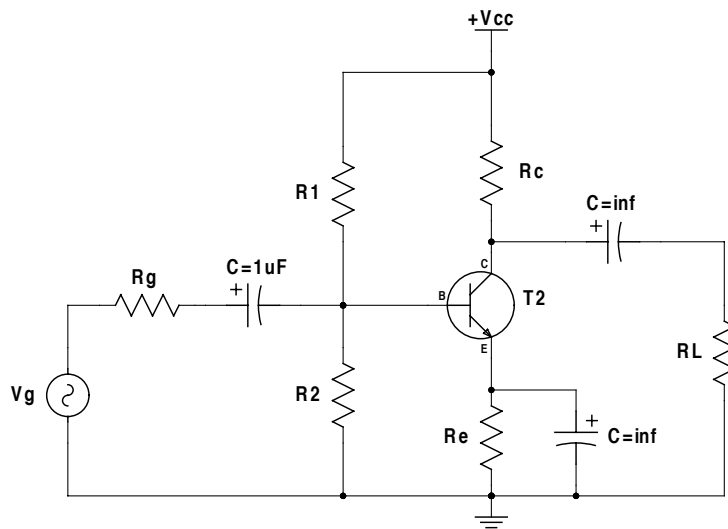

Figura 4.1: Amplificador básico en configuración Emisor-Común con capacitores ideales.
1. Diseñe un amplificador en configuración E-C para excursión simétrica máxima como el mostrado en el diagrama de la Figura 4.1 (utilizar el valor de β obtenido en la práctica 1).